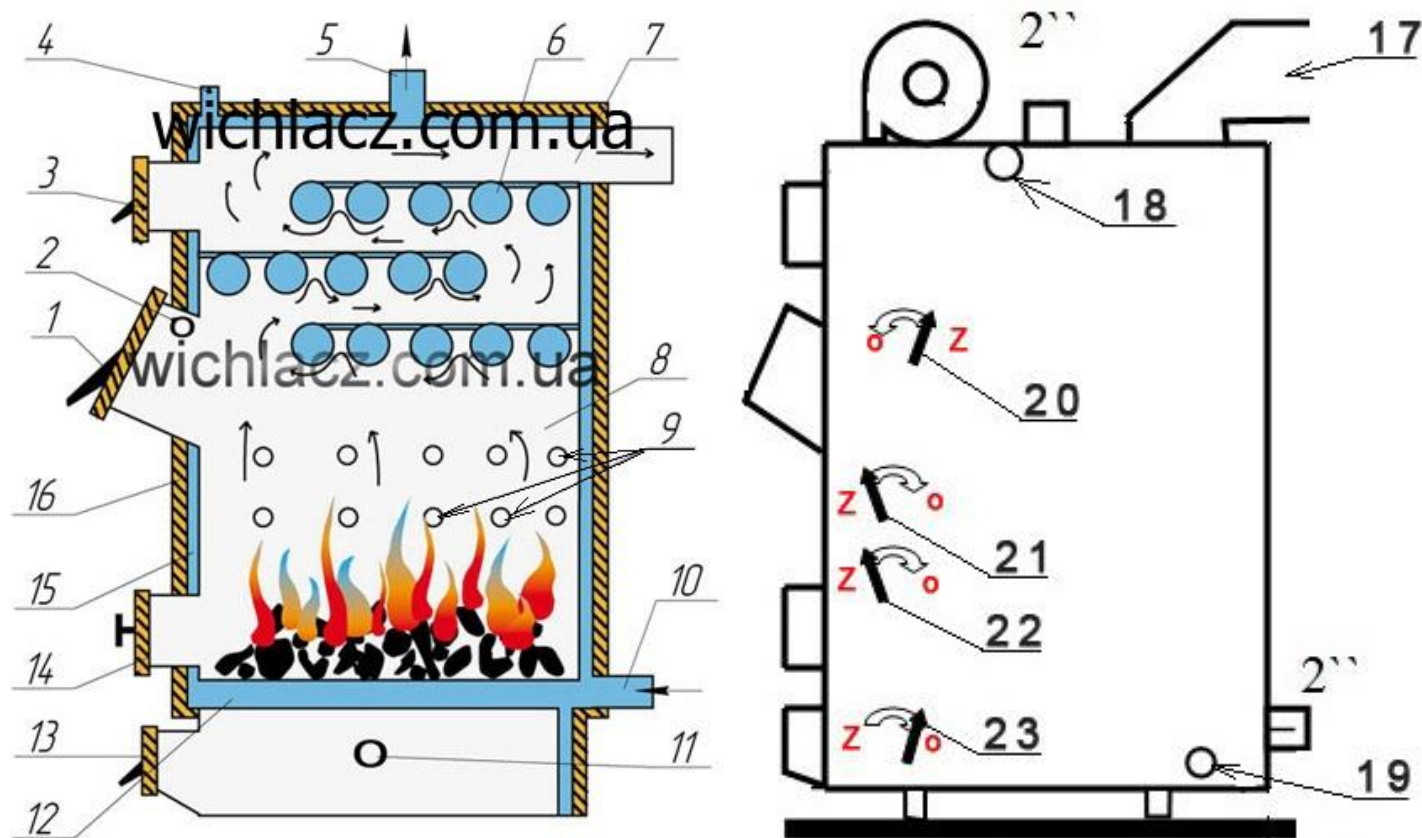

Рисунок 2 – Зовнішній вигляд та основні елементи котла
Конструктивно котел являє собою збірно-зварену конструкцію, що складається з корпусу (рис. 2) з камерою згоряння (топкою) (поз. 8, рис. 2). Над топкою розташована конвекційна частина котла (поз. 3, рис. 2), що являє собою високоефективний трубчастий теплообмінник.
Корпус котла виконаний в формі паралелепіпеду з подвійними стінками, які розділені водними перегородками (поз. 15, рис. 2). На зовнішній поверхні корпусу під декоративною обшивкою закріплена теплова ізоляція. (поз. 16, рис. 2).
Паливо для процесу спалення завантажується на колосникові ґрати (поз. 12, рис. 2) крізь завантажувальні дверцята (поз. 1, рис. 2). Колосникові ґрати виконані з товстостінних безшовних труб по яких постійно циркулює вода з водяної оболонки котла, що унеможливує їх прогорання. Згоряння палива в топці відбувається за участю повітря, яке постачається по каналу подачі повітря (поз. 2 та 9, рис. 2) вентилятором. Кількість повітря, необхідного для процесу згоряння, регулюється автоматично блоком автоматики управління.
Підведення і відведення теплоносія здійснюється відповідно через патрубки зворотної мережної води (поз. 10, рис. 2) і прямої мережної води (поз. 5, рис. 2).
Топочні гази виходять у димохід крізь боров (поз. 7, або 17, рис. 2), розташований у задній частині котла.
Зола, яка утворюється в процесі згоряння палива, зсипається в нижню частину корпусу котла – зольник (поз. 13, рис. 2).
У верхній частині корпусу котла розташований штуцер для встановлення групи безпеки котла (поз. 4, рис. 2).
На бічній стінці корпусу у нижній її частині розміщено штуцер для зливу води з котла (поз. 19, рис. 2).
На бічній стінці корпусу у верхній її частині розміщено штуцер для підключення насоса (поз. 18, рис. 2). За бажанням, або при бічному підключенні.
- дверцята для періодичного обслуговування (чищення) конвекційної частини котла (поз. 3, рис. 2);
- ревізійний дверцята (поз. 14, рис. 2) для періодичного чищення колосникових ґрат;
- дверцята зольника (поз. 13, рис. 2) для можливості спорожнення – зольника.